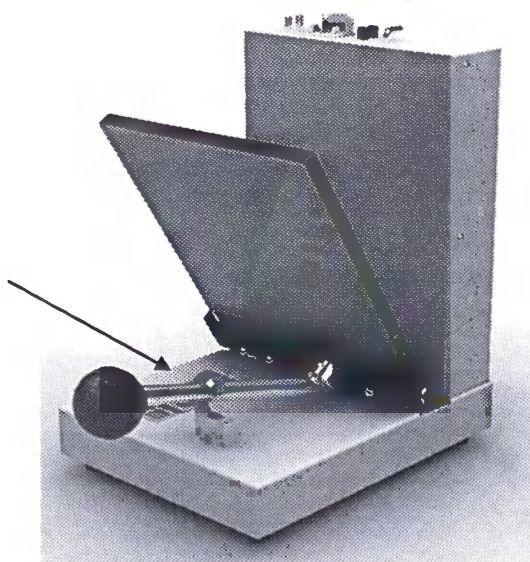
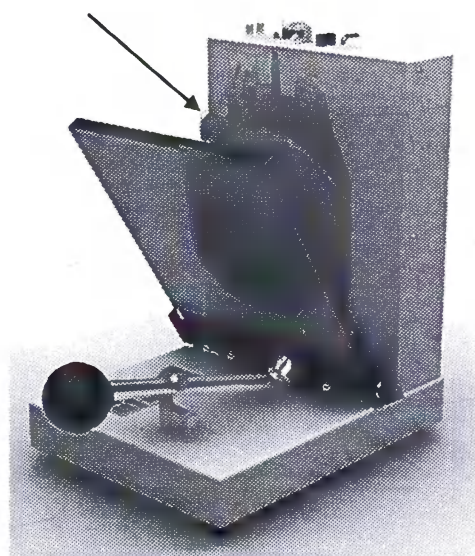

Рис. 3
Рис. 4
- (1) Возьмитесь за ручку или зацепите ее за крюк (как показано на рис.3) и поместите пакет с центрифугированной кровью между прижимной пластиной и панелью (как показано на рис.4).